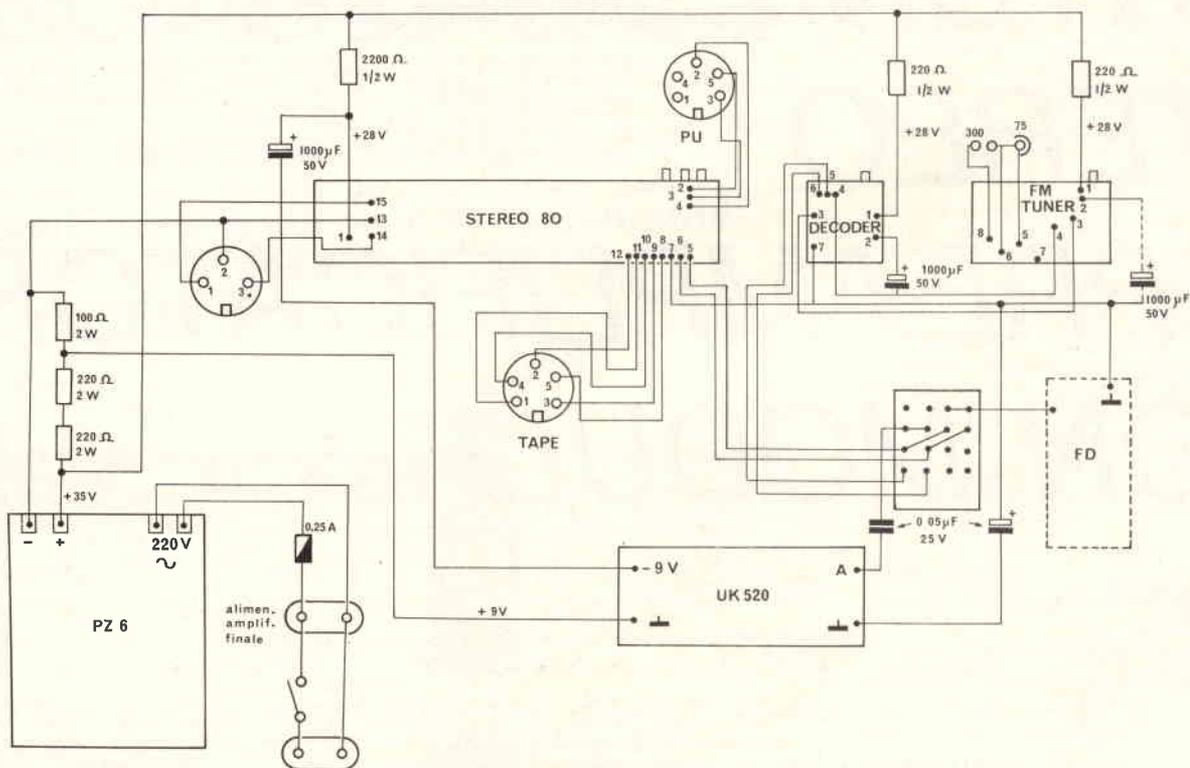

Fig. 1 - Schema elettrico.
Fatte queste necessarie premesse, vediamo prima lo schema elettrico (fig. 1) molto semplice perché, ad eccezione del-
- 2 - Il commutatore a slitta; quello da me usato è a tre posizioni due vie perché ho inserito anche il sintonizzatore FD; è ovvio che, se questo manca, si deve usare un commutatore a due posizioni due vie. Va fissato all'interno, con due viti a legno che non sporgano all'esterno. Nella fig. 1 le con-